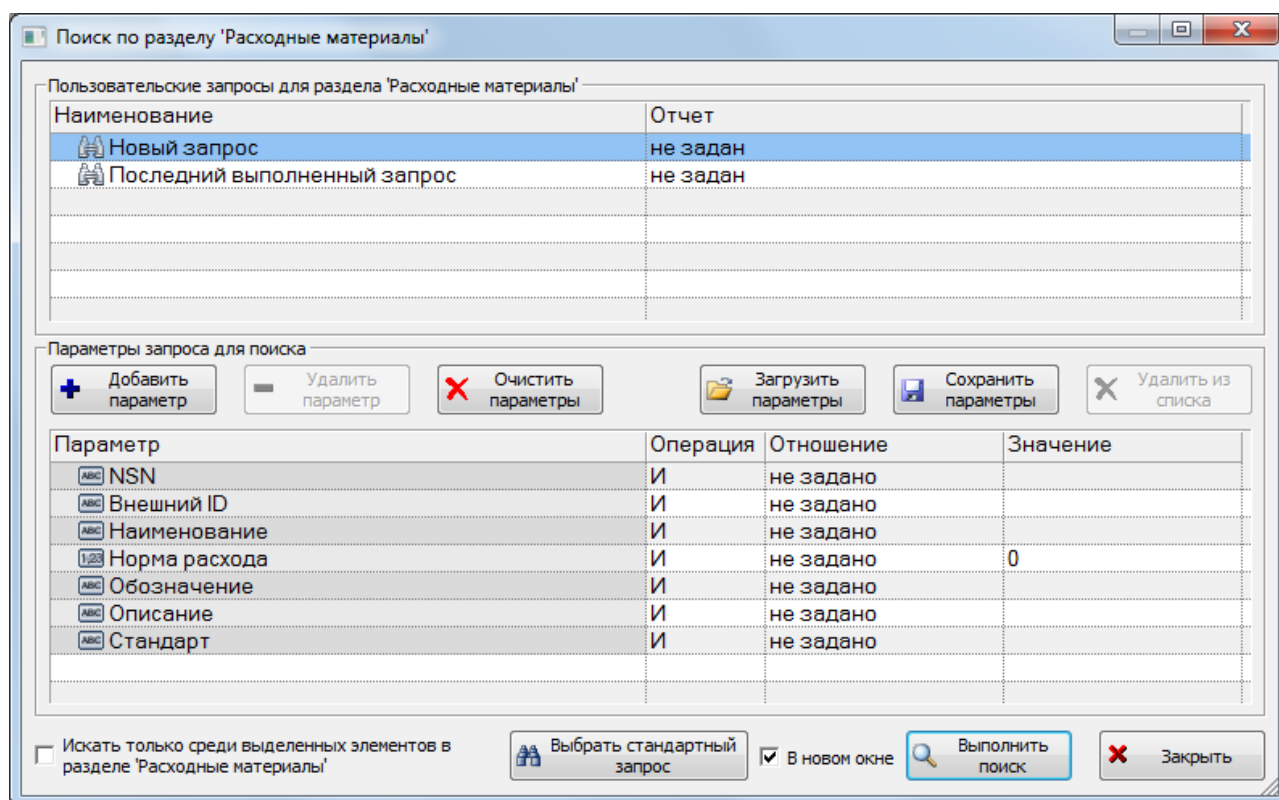

Рис. 9-63 – Окно «Поиск по разделу «Расходные материалы»»
2) Нажать кнопку «Поиск» панели «Правка». В результате откроется диалоговое окно «Поиск по разделу» с указанием названия раздела (рис. 9-63).